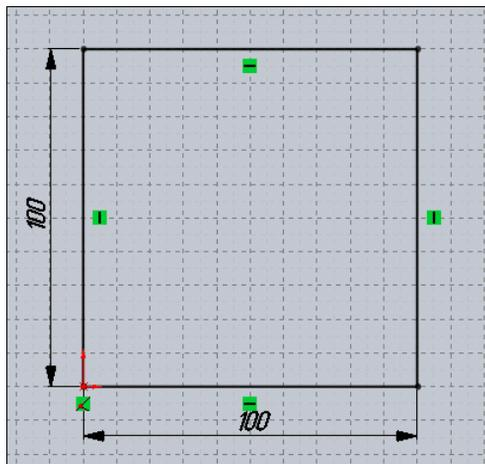

Рис. 5.54
1. Откройте новую деталь и создайте эскиз, показанный на рис. 5.54.